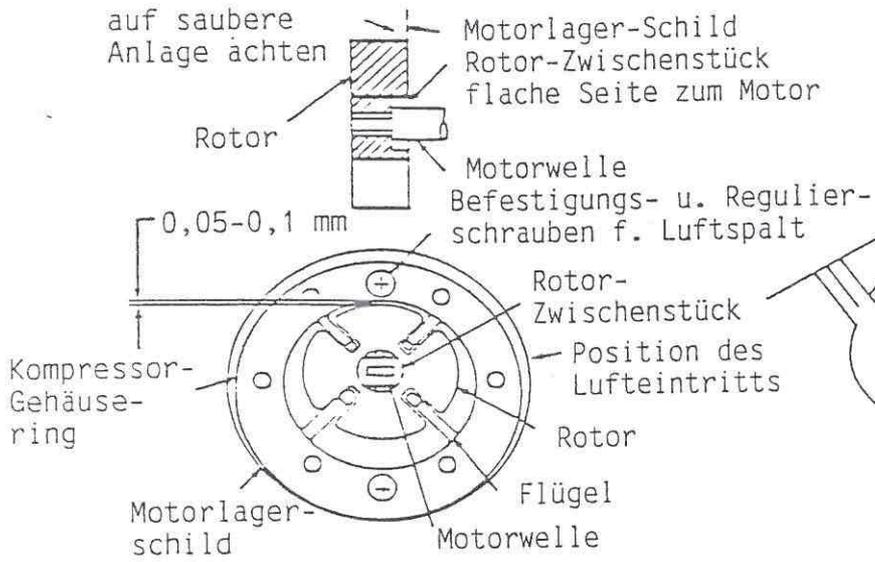

Bild 4
Den Luftkompressor nur von einem Fachmann reparieren lassen. Der Kompressor besteht aus dem Rotor mit 4 Kohleflügeln. Der Rotor ist mit Hilfe eines Mitnehmers auf der Motorwelle befestigt und dreht sich in einem Gehäusering (Bild 4).
- a) Legen Sie den Mitnehmer in den Rotor (Bild 4) und schieben Sie beides auf die Motorwelle, anschließend montieren Sie den Gehäuse ring.
- b) Richten Sie den Gehäuse ring so, daß der engste Luftspalt (oben) ca. 0,05 bis 0,1 mm beträgt (Bild 4). Den Luftspalt messen Sie mit einer Fühllehre. Drehen Sie den Motor von Hand durch, er muß frei auslaufen. Ziehen Sie die Gehäuseschrauben fest an.